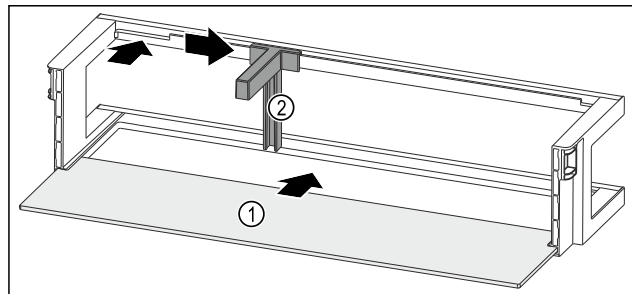

Fig. 94 Dveřní přihrádka s odkládací plochou
- Odkládací plochu Fig. 94 (1) zasuňte do bočních vybrání.
- Držák lahví Fig. 94 (2) vložte do vybrání.
- Držák lahví Fig. 94 (2) posuňte na stranu do požadované polohy.